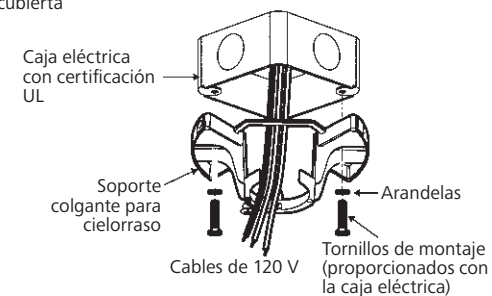

Fig. 6
**Paso 3.** Pase los cables de alimentación de 120 voltios desde la caja de distribución eléctrica del techo a través del centro de la placa de montaje de techo. (Fig. 6)
**Paso 4.** Acople el soporte de montaje para cielorraso a la caja de distribución eléctrica utilizando los tornillos y las arandelas incluidas con la caja de distribución. (Fig. 6)